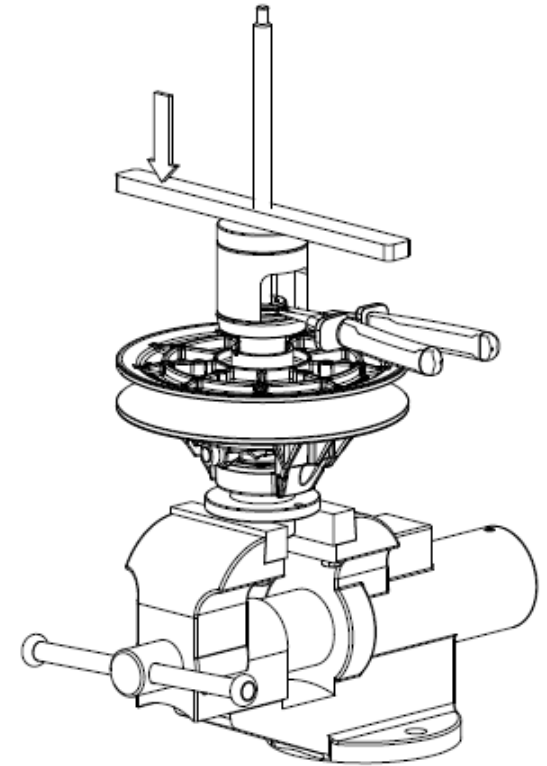
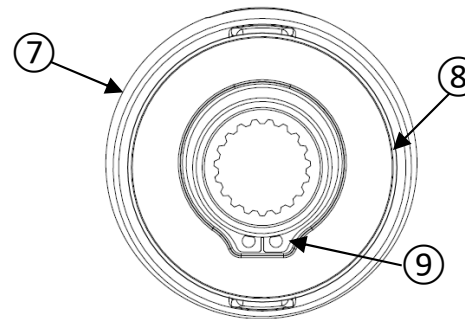

Figure 32
Figure 33
- Installez la poulie sur l'outil de démontage comme indiqué sur la figure 32.
- Insérez le ressort ⑥ dans le flasque coulissant ②.
- Mettez le siège ressort ⑦ sur le ressort ⑥ et tournez-le dans le sens horaire jusqu'à ce qu'il s'arrête en rotation; maintenez le ressort ⑥ avec votre main pendant l'opération.
- Mettez l'appui ressort ⑧ et le segment d'arrêt extérieur ⑨ sur le siège ressort ⑦.
- Assurez-vous que le segment d'arrêt extérieur ⑨ se trouve dans l'encoche prévue à cet effet (figure 33).
- Avec l'outil de démontage, abaissez le ressort ⑥, le siège ressort ⑦ et l'appui ressort ⑧ jusqu'à ce qu'ils dégagent la rainure du segment d'arrêt dans l'arbre.
- Installez le segment d'arrêt extérieur ⑨.